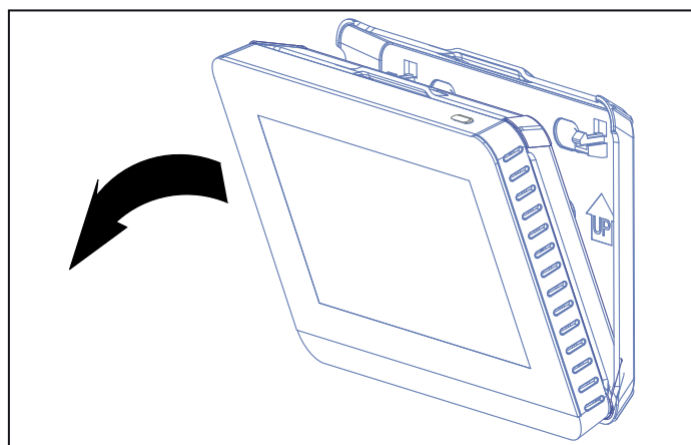

Рисунок 2 Снимите заднюю крышку с пульта ЦУ
3.1.1 С помощью крестообразной отвертки снимите заднюю крышку с пульта ЦУ. См. Рисунок 2